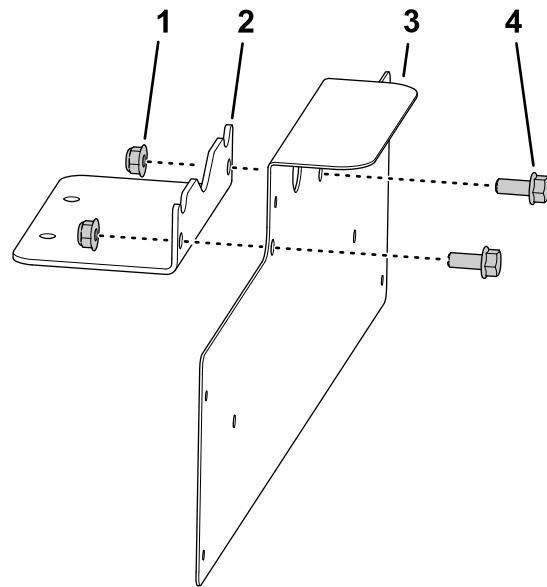

Figura 52
- 1. Monte o suporte da placa de matrícula no suporte com os dois parafusos de cabeça flangeada (5/16 x 3/4 pol.) e duas porcas flangeadas (5/16 pol.) como se mostra na Figura 52.